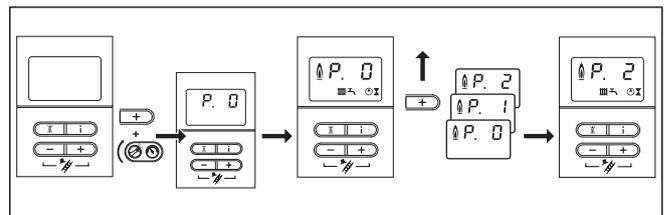

Abb. 6.9 Minimalen kW-Wert einstellen (P.2)
- Drücken Sie die Taste „+“ des Displays und schalten Sie bei gedrückter Taste „+“ den Hauptschalter auf „I“ (siehe Abb. 6.9 Minimalen kW-Wert einstellen).
- Die Anzeige wechselt zwischen „P.2“ und dem aktuellen Anlagenfülldruck (siehe Abb. 6.9 Minimalen kW-Wert einstellen).